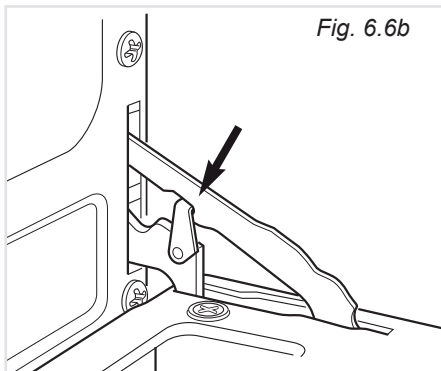

Fig. 6.6b
- Agganciare l'anello di ritegno all'apposito dente delle cerniere destra e sinistra (fig. 6.6b).
- Assicurarsi che la porta sia bloccata aperta (fig. 6.6b).